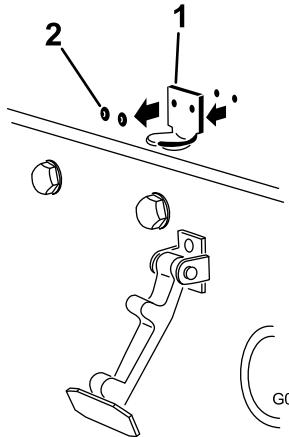

Рисунок 34
2. Удалите две заклепки, крепящие кронштейн защелки капота к капоту (Рисунок 34).
Примечание: Стопорный кронштейн должен быть прижат к капоту (Рисунок 34). Не снимайте болт с гайкой в сборе с рычагом стопорного кронштейна.